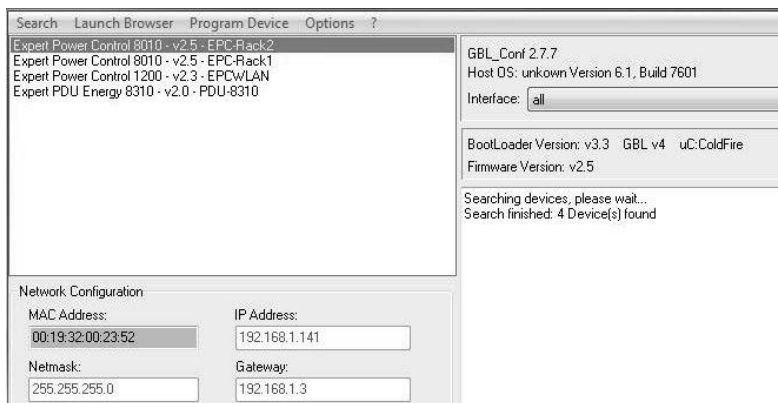

Abb. 2 Anzeige der gefundenen Geräte im Konfigurationsprogramm GBL\_Conf.
- ① Öffnen Sie GBL\_Conf. Alle im Netzwerk gefundenen Geräte werden nun im Fenster links oben angezeigt (s. Abb. 2).
- ② Doppelklicken Sie auf den gesuchten Gerätenamen. Sie werden nun automatisch auf das Web interface des Geräts in Ihrem Webbrowser geleitet.